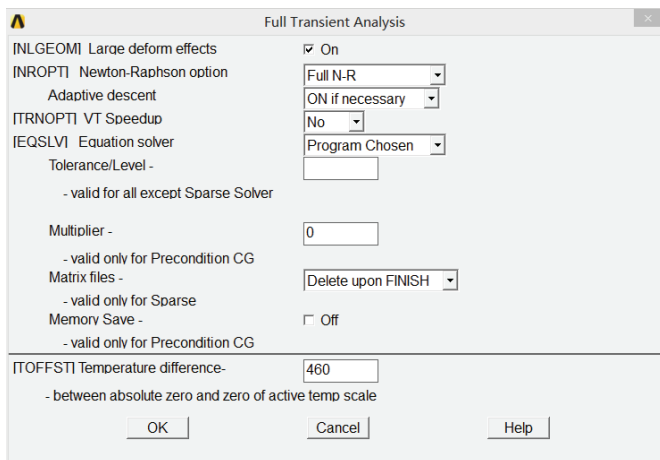

图 4-87 瞬态分析选项设置对话框
2) 选择 Main Menu | Solution | Analysis Type | Analysis Options 命令, 出现 Full Transient Analysis 对话框, 参照图 4-87 所示对其进行设置, 单击 OK 按钮关闭该对话框。